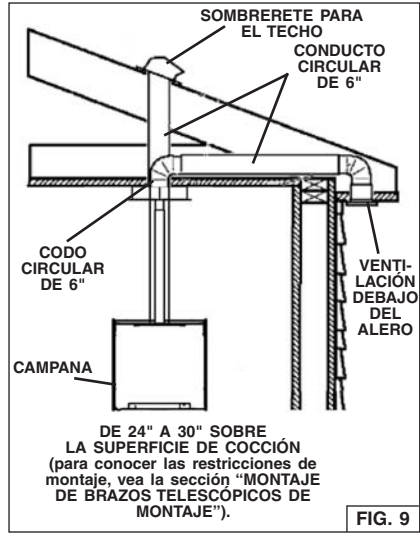

FIG. 9
1. Decida en qué lugar entre la campana y el exterior colocará los entubados. Fig. 9.